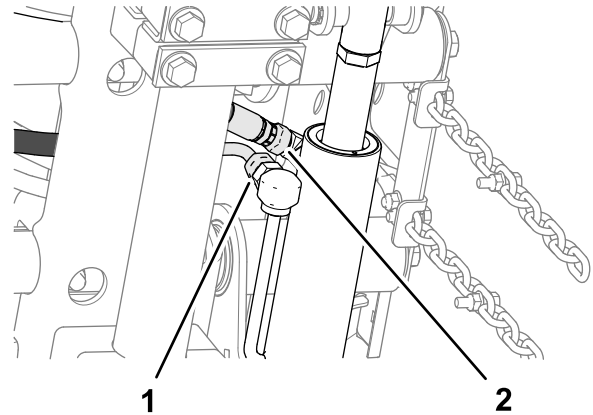

Figura 16
- Assemblete l'asta alle flange con il perno di montaggio, 2 distanziali e 2 anelli elastici (Figura 16).
2. Allineate un distanziale tra la piastra portante e la piastra di montaggio (Figura 16) e assemblate senza serrare le piastre e il distanziale con un bullone a testa tonda ($\frac{3}{8}$ " x $1\frac{1}{4}$ ") e un dado di bloccaggio flangiato ($\frac{3}{8}$ ").